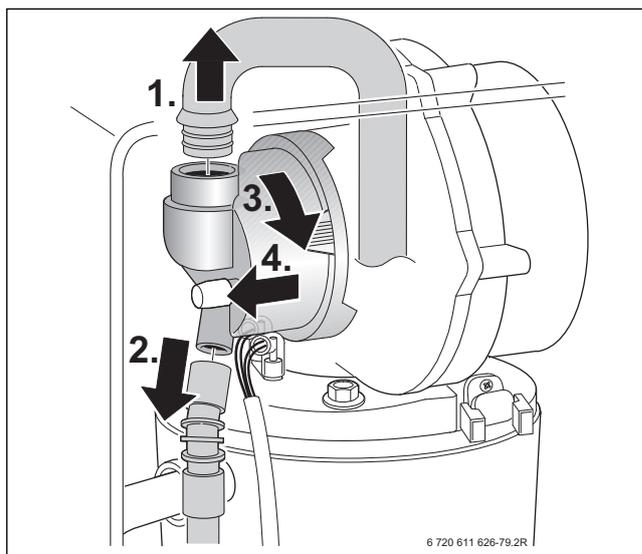

Fig. 50
- ▶ Smontare il miscelatore (per le operazioni appena descritte seguire le fasi 1, 2, 3, 4 indicate nella fig. 50).
- ▶ Togliere il coperchio fig. 50.